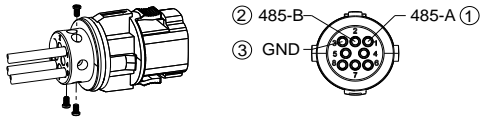

FIG.5 Posições dos pinos do conector
3.2.2 Fiação do cabo de sinal no medidor (conforme FIG.2 e FIG.5 para conexão)